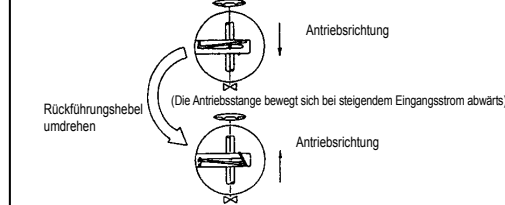

Abb.5 Stellung des Rückführungshebels
- Damit sich die Antriebsstange bei steigendem Eingangssignal nach unten bewegt, muss sie in der Position befestigt werden, in der sich die Spannfeder auf der Oberseite des Anschlussmetalls befindet, wie in Abb. 5 dargestellt. Damit sich die Antriebsstange nach oben bewegt (umgekehrte Funktionsweise), den Rückführungshebel umdrehen und in der Position befestigen, in der die Spannfeder sich auf der Unterseite des Anschlussmetalls befindet.